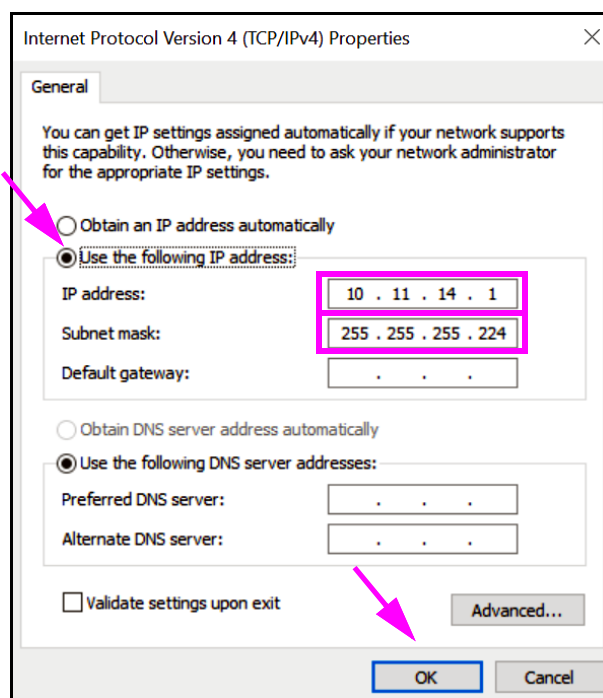

Figura 2-49. Schermata Internet Protocol Version 4 (TCP/IPv4) Properties [Proprietà protocollo Internet versione 4 (TCP/IPv4)]
9. In questa schermata, selezionare **Use the following IP address: (Utilizza il seguente indirizzo IP:)**. Vedere la Figura 2-49.